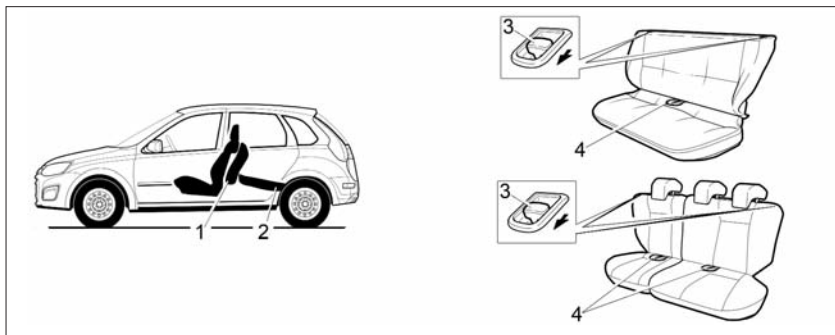

Рис. 12. Раскладка заднего сиденья
– потяните за петлю **4** (рис. 12) и установите подушку **1** в вертикальное положение. При необходимости сдвиньте передние сиденья вперед;